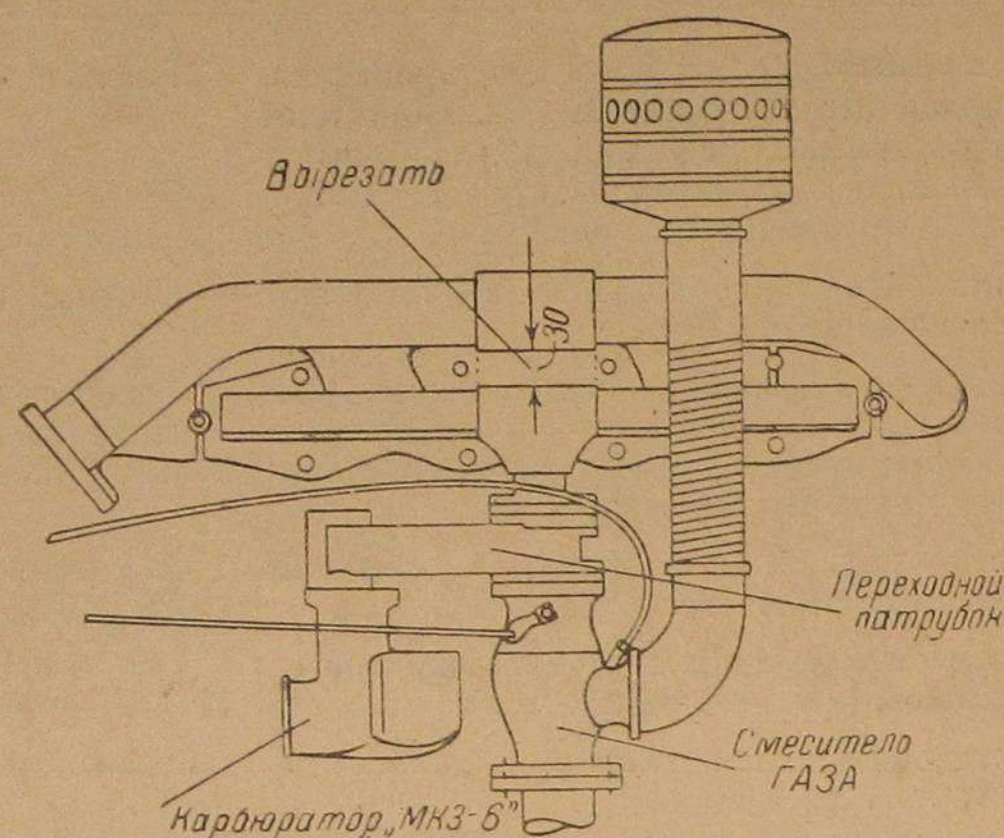

Рис. 22. Установка карбюратора МКЗ-6 на газовый двигатель ЗИС-21-А
2. За неимением пускового карбюратора „Солекс-2“ можно использовать стандартный карбюратор МКЗ-6 (рис. 22), установив переходной патрубком между всасывающим коллектором и верхним фланцем смесителя газа. К боковому фланцу крепится карбюратор МКЗ-6. В этом случае смеситель поворачивается на 180° и к нему присоединяются тросы управления и тяга от рычажка педали акселератора